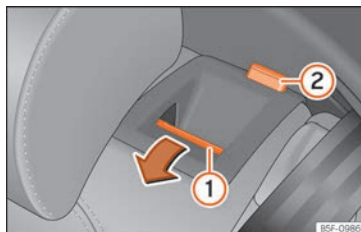

Fig. 123 Asiento trasero: abatir el respaldo.
- Pulse la tecla de desbloqueo »»» fig. 123 ① hacia delante y, al mismo tiempo, abata el respaldo. El respaldo trasero está desbloqueado cuando se ve una marca roja en la tecla ②.